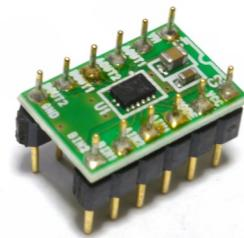

図6-2
2. パーツNo.28「DCモータードライバーモジュール」に6ピンソケットオスを二か所にはんだ付け(図6-2)。